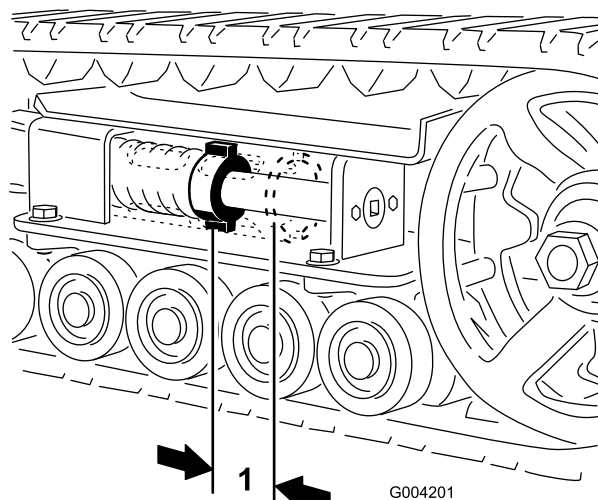
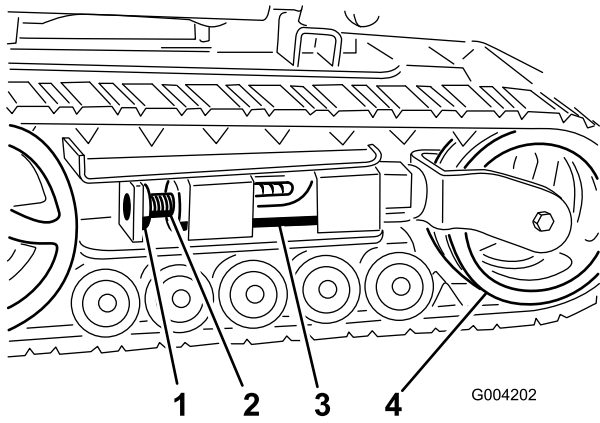
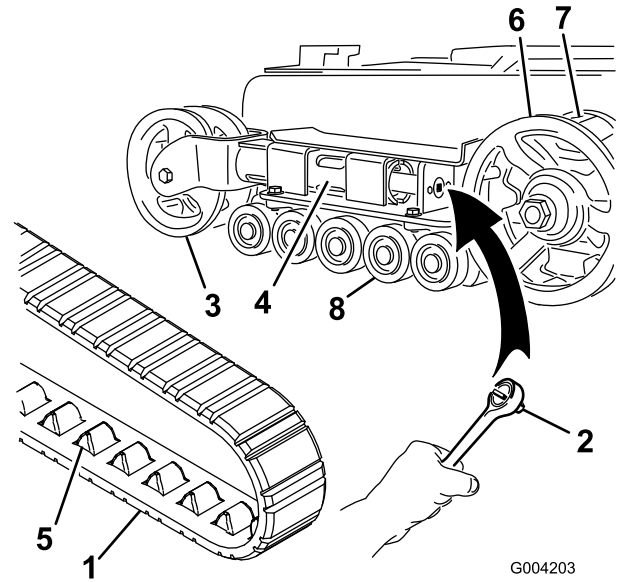
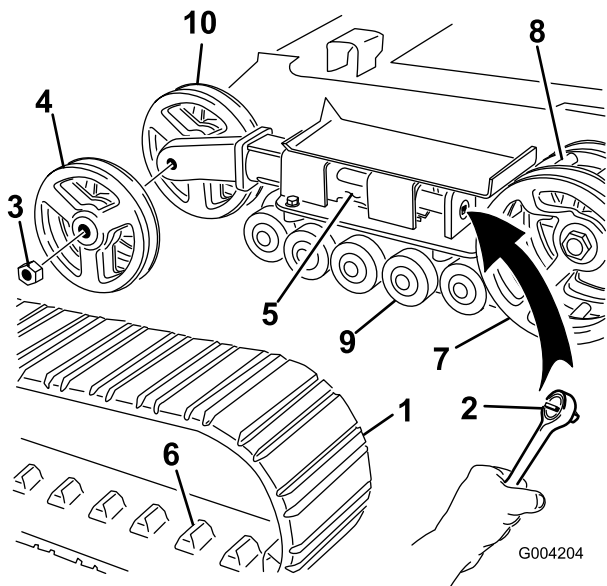

Figure 40
Figure 41
Figure 42
Figure 43
L'écrou de tension et l'arrière du tube de tension doivent être distants de 7 cm (Figure 40). Si ce n'est pas le cas, réglez la tension des chenilles comme suit :
3. Enlevez le boulon et l'écrou de blocage (Figure 41).
- À l'aide d'une clé à douille de 13 mm (1/2") (Figure 42), tournez la vis de tension dans le sens antihoraire jusqu'à obtention d'un espacement de 7 cm entre l'écrou de tension et l'arrière du tube de tension (Figure 40).
- Alignez l'encoche la plus proche dans la vis de tension avec le trou du boulon de blocage et fixez la vis avec le boulon et l'écrou de blocage (Figure 41).
- Enlevez le boulon et l'écrou de blocage (Figure 41).
- À l'aide d'une clé à douille de 13 mm (1/2"), tournez la vis de tension dans le sens horaire pour détendre la transmission (Figure 41 et Figure 42).
- Poussez la roue de tension vers l'arrière de la machine pour appuyer le tube de tension contre le châssis (Figure 42). (S'il ne touche pas le châssis, continuez de tourner la vis de tension jusqu'à ce qu'il le touche).
- Lorsque la chenille est déchaussée, retirez-la du barbotin et des galets de roulement (Figure 42).
- Pour installer la chenille neuve, commencez par l'enrouler autour du barbotin, en veillant à ce que les crampons s'engagent correctement entre les dents du barbotin (Figure 42).
- Poussez la chenille sous et entre les galets de roulement (Figure 42).
- Tournez la vis de tension dans le sens anti-horaire, de manière à obtenir un écartement de 7 cm entre l'écrou de tension et l'arrière du tube de tension (Figure 40).
4. À l'aide d'une clé à douille de 13 mm (1/2"), tournez la vis de tension dans le sens horaire pour détendre la transmission (Figure 41 et Figure 43).
5. Poussez la roue de tension vers l'arrière de la machine pour appuyer le tube de tension contre le châssis (Figure 43). (S'il ne touche pas le châssis, continuez de tourner la vis de tension jusqu'à ce qu'il le touche).
6. Retirez l'écrou de fixation de la roue de tension extérieure et déposez la roue (Figure 43).
7. Déposez la chenille (Figure 43).
8. Retirez l'écrou de fixation de la roue de tension intérieure et déposez la roue (Figure 43).
12. Posez la roue de tension intérieure et fixez-la avec l'écrou retiré précédemment (Figure 43).
14. Posez la chenille neuve en prenant soin que les crampons s'engagent entre les dents au centre du barbotin (Figure 43).
15. Posez la roue de tension extérieure et fixez-la avec l'écrou retiré précédemment (Figure 43).
17. Tournez la vis de tension dans le sens anti-horaire, de manière à obtenir un écartement de 7 cm entre l'écrou de tension et l'arrière du tube de tension (Figure 40).